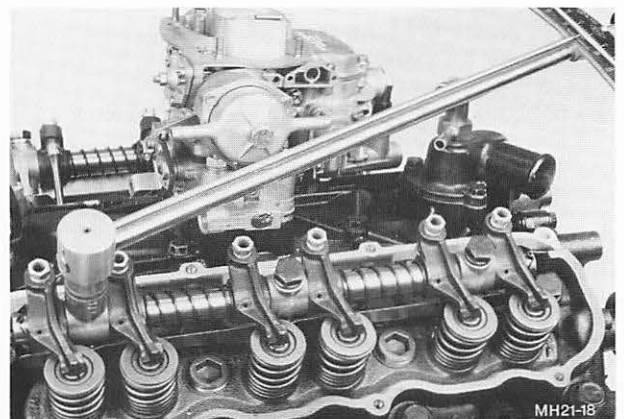

Abb. 256 Kipphebelachse mit vorgeschriebenem Drehmoment festdrehen, „C“-Motor
7. Stößelstangen in die Ventilstößelpfannen stellen. Ölfangbleche und Kipphebelachse(n) aufsetzen, dabei Stellschrauben der Kipphebel in die Stößelstangenpfannen führen. Schrauben-Kipphebelachsen beidrehen und mit vorgeschriebenem Drehmoment anziehen, Abb. 256.